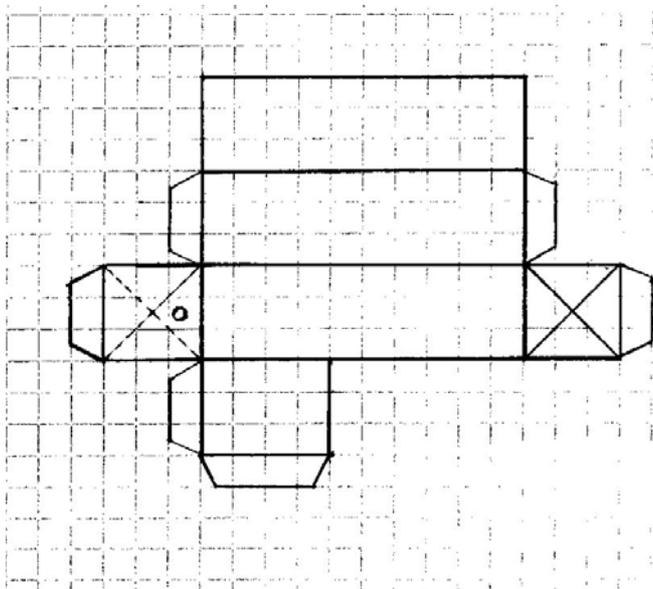

Figure 11 : Patron du viseur solaire ; utiliser du bristol noir si possible
(15) viseur solaire, voir patron ci-dessous (Fig 11).
(16) papier Mylar®